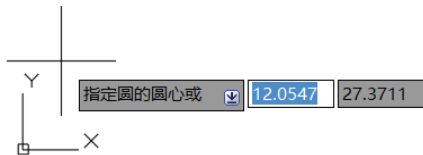
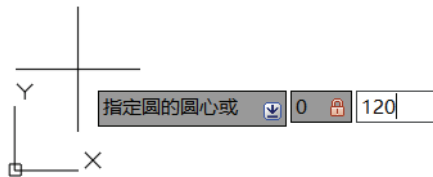

图 2-16 出现的工具提示输入框
图 2-17 完成输入圆心的 x 坐标值
❶ 使用“草图与注释”工作空间，按〈F12〉键以启用动态输入模式。
❷ 在功能区“默认”选项卡的“绘图”面板中单击“圆心、半径”按钮.
❸ 此时在图形窗口中，十字光标的坐标位置将显示在光标附近的工具提示输入框中，如图 2-16 所示，并要求指定圆的圆心。输入“0”，按〈,〉键或〈Tab〉键，从而完成输入圆心的 X 坐标值，并自动切换至输入圆心的 Y 坐标值状态，如图 2-17 所示。